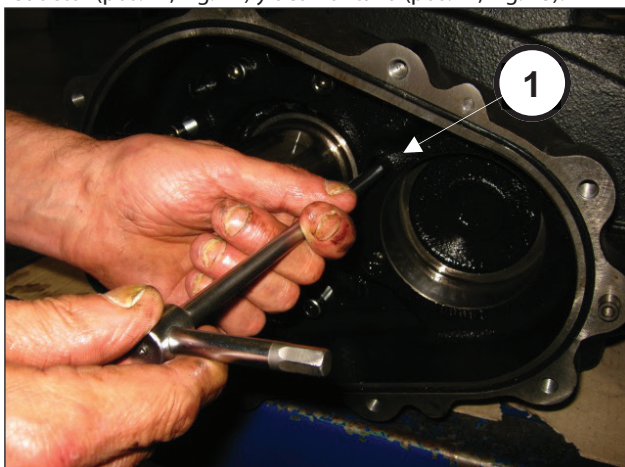
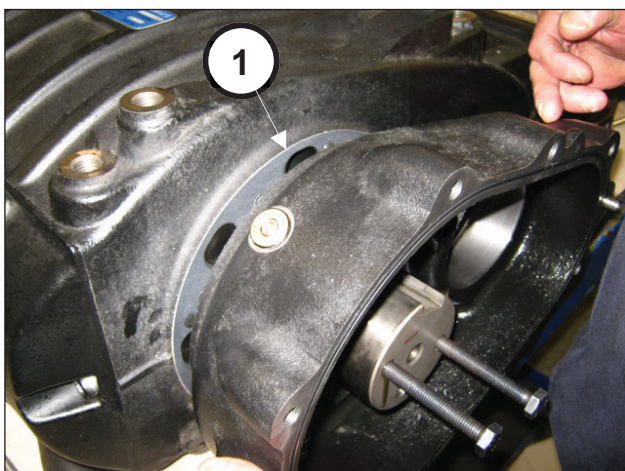

Fig. 22
Fig. 23
En el lado opuesto, aflojar los tornillos de fijación de la caja del reductor (pos. ①, Fig. 22) y desmontarla (pos. ①, Fig. 23).